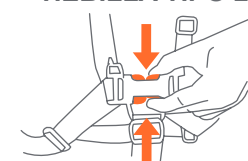

Fig. 17
- 17)** • Para soltarlas, presione el Botón en el Broche Central y se desprenderán las dos Hebillas del Arnés (Fig. 17).